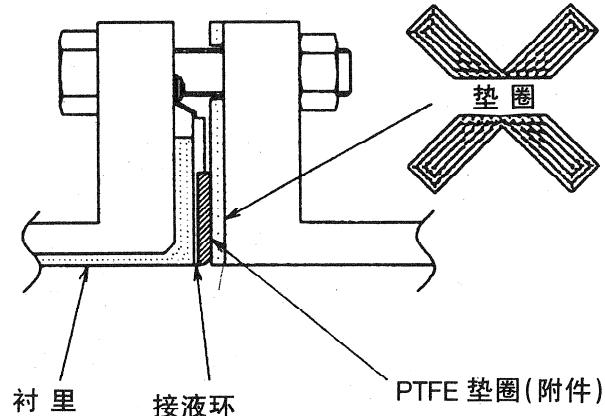

图 2-25 错误的安装方法
- 在 PTFE 垫圈之外再安装垫圈, 则会引起液体泄漏, 伤及人体。(图 2-25)。